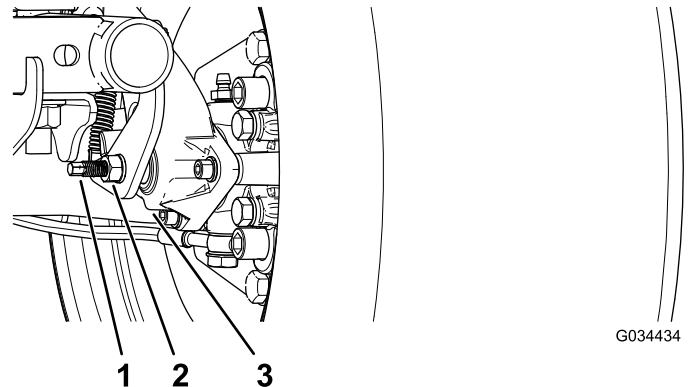

Figure 52
- Utilisez 2 clés, une pour maintenir le tenon de réglage en place sur l'étrier et l'autre pour desserrer l'écrou de blocage de 1/4 de tour (Figure 52).
- Tout en maintenant le tenon de réglage et l'écrou de blocage en place, tournez le tenon pour le serrer (Figure 52).
- Tout en maintenant le tenon de réglage et l'écrou de blocage en place, tournez le tenon en arrière de 1/4 de tour (Figure 52).
6. Tout en maintenant le tenon de réglage et l'écrou de blocage en place, serrez l'écrou de blocage (Figure 52).